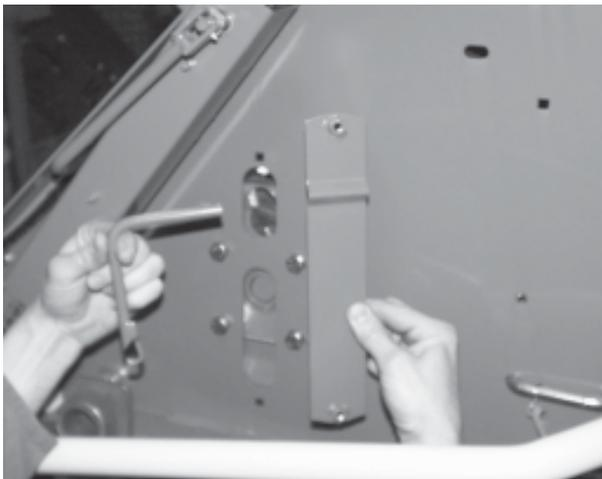

fig. 13
- Oter la tôle de protection (côté droit, sens de marche) et prendre le crochet de montage (fig. 13)